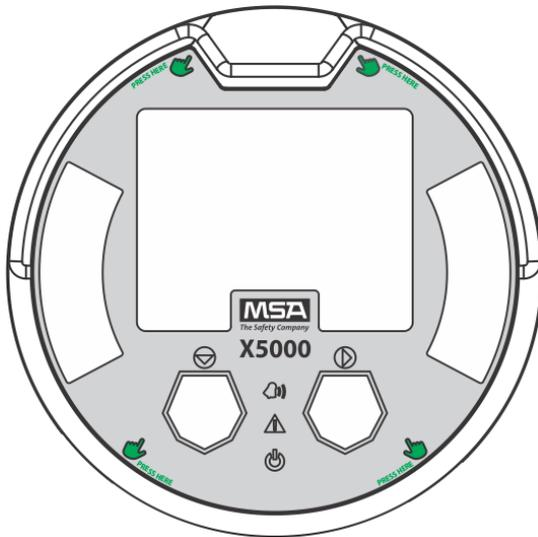

Abb. 34 Hervorgehobene Bereiche zeigen die Druckpunkte beim Austauschen eines Leiterplattenstapels
- (12) Zum Austauschen des Leiterplattenstapels die vier Metallabstandsbolzen auf die vier Öffnungen im ULTIMA X5000-Gehäuse ausrichten. An den angegebenen Stellen fest auf den Leiterplattenstapel drücken (siehe Abb. 34).